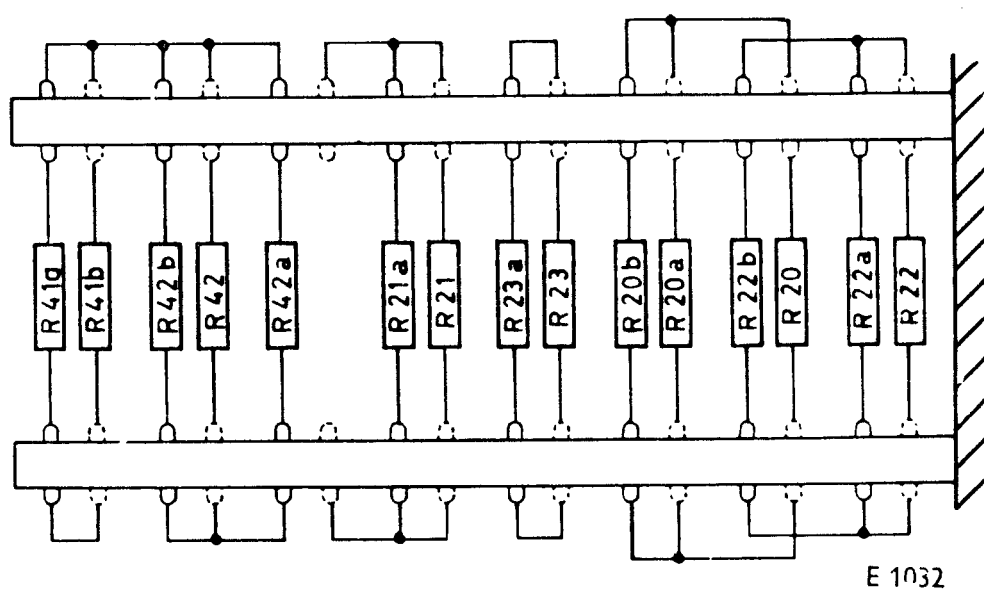

Abb. 14. Anordnung der Abgleichwiderstände
- e. Wenn erforderlich, R21 oder R23 shunten (a, b, Abb. 14), bis Nullanzeige erreicht ist
- d. Wenn erforderlich, R42 shunten (a, b, Abb. 14), bis Nullanzeige erreicht ist
2. Abgleich der Widerstände R20* und R22* (Abb. 14)